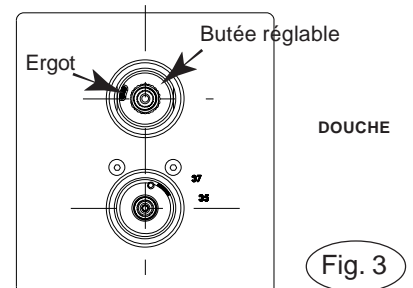

Fig. 3
- déplacer d'un ou plusieurs crans vers la gauche ou vers la droite l'ergot de la butée réglable (voir fig. 3)
Remarque : éviter de séparer la butée réglable 28 de 29 afin de conserver sa position. Sinon se reporter à la fig. 3